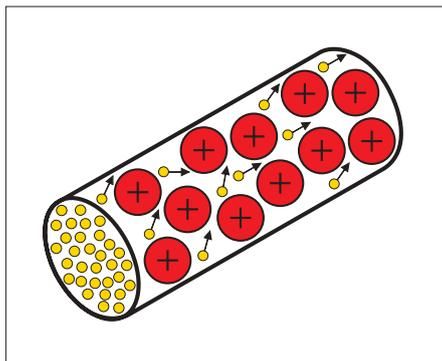

Figura 1: Exceso de electrones y falta de electrones
**Tensión:** Una tensión eléctrica surge como consecuencia de la tendencia de los electrones a nivelar la diferencia de potencial entre una carga eléctrica con exceso de electrones (potencial negativo) y una carga con falta de electrones (potencial positivo) (figura 1). La tensión eléctrica tiene el signo de fórmula U y la unidad de medida voltio (V).
**Corriente:** La corriente eléctrica fluye cuando se conecta el polo negativo al polo positivo mediante un conductor. En este caso, el flujo de corriente sería de duración muy breve, ya que la diferencia de potencial se habría igualado rápidamente. A fin de garantizar un flujo de corriente constante, es necesaria una fuerza que impulse continuamente la corriente por el circuito eléctrico. Esta fuerza puede ser una batería o un alternador. La corriente eléctrica tiene el signo de fórmula I y la unidad de medida amperio (A).